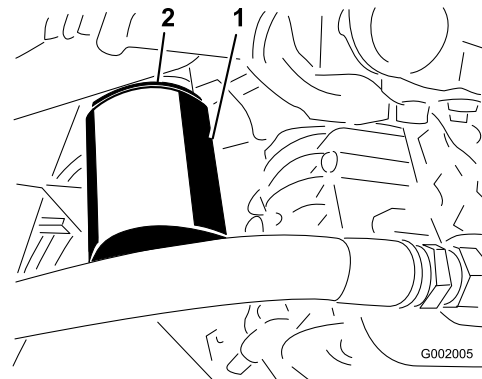

Figure 71
- Retirez le filtre (Figure 71).